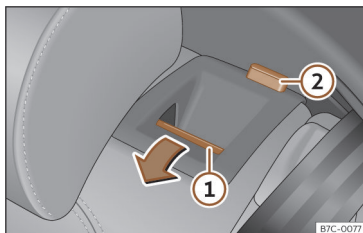

Fig. 26 Botão de desbloqueio. ① Botão de desbloqueio. ② Marca vermelha.
- Certifique-se de que o **encosto do banco traseiro** está bloqueado na posição vertical. A marca vermelha >>> Fig. 26 ② não deve ficar visível.